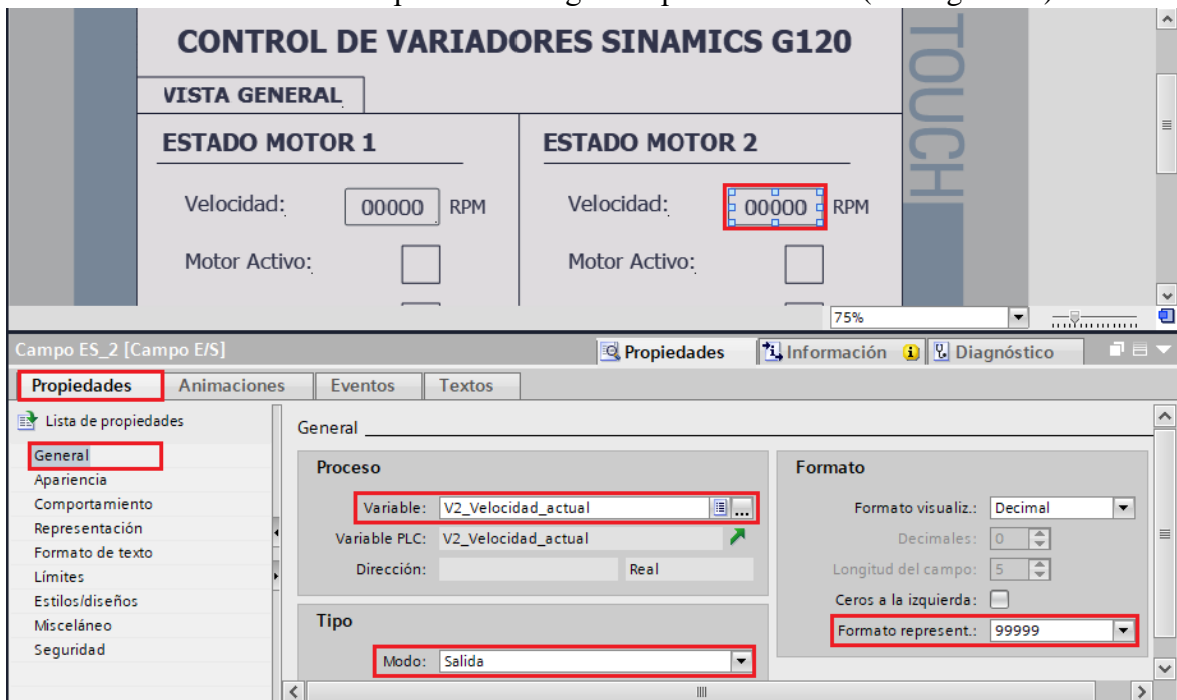

Figura 43. Configuración del campo E/S velocidad.
(3) Configuración del campo “ESTADO MOTOR 2”
- En “Formato” / “Formato represent” escoger la opción “99999” (ver Figura 43).